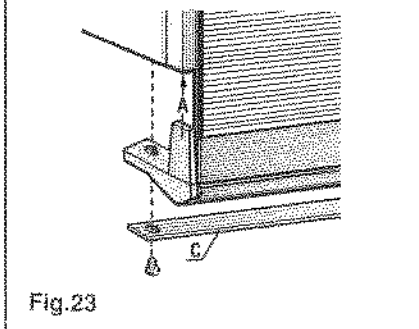

Fig.23
- Faire pivoter la patte gauche de la fixation à 90°, engager la partie (A) (fig. 23) dans le profilé et fixer l'ensemble sous le panneau de côté gauche.